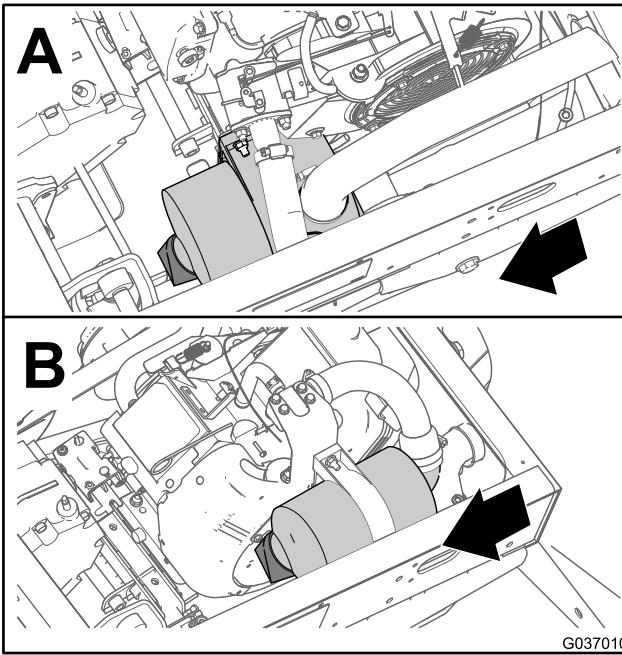
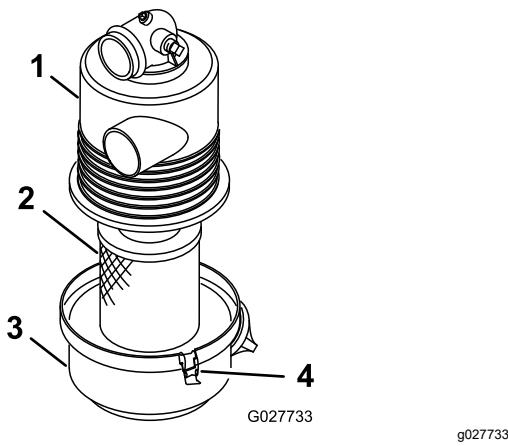

Bild 30
Bild 31
2. Prüfen Sie das Luftfiltergehäuse auf Schäden, die eventuell zu einem Lufteleck führen könnten (Bild 30 und Bild 31).
3. Lösen Sie die Riegel, mit denen die Abdeckung des Luftfilters am Luftfiltergehäuse befestigt ist (Bild 31).
4. Nehmen Sie die Luftfilterabdeckung vom Luftfiltergehäuse ab und reinigen Sie die Innenseite der Abdeckung (Bild 31).
3. Setzen Sie den Luftfiltereinsatz in das Luftfiltergehäuse ein (Bild 31).
4. Fluchten Sie die Luftfilterabdeckung mit dem Luftfiltergehäuse aus (Bild 31).
5. Befestigen Sie die Abdeckung mit den Laschen am Gehäuse (Bild 31).